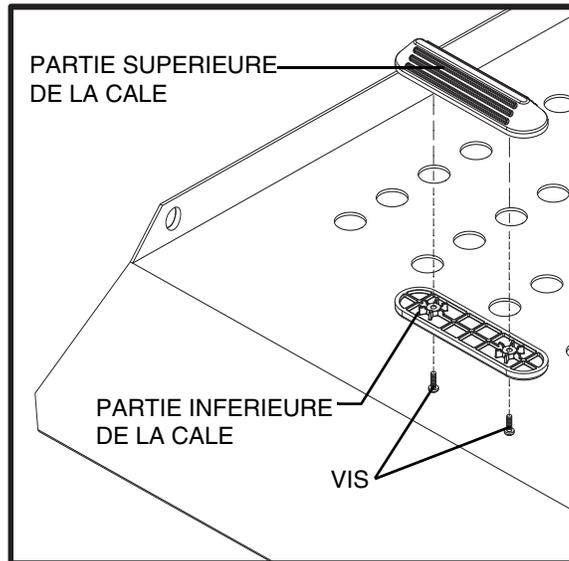

Figure 10. Installation des cales de roues
6. Positionnez la partie inférieure de la cale en dessous de la plateforme, alignez-la avec la partie supérieure de la cale placée sur le dessus de la plateforme. **Voir la figure 10.**
7. Fixez le cale avec les ferrures fournies. **Voir la figure 10.**